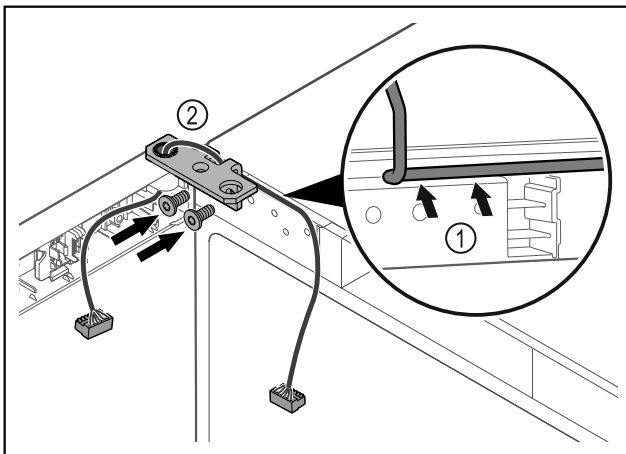

Fig. 35
- Kabel durch die Ausparung des Scharnierwinkels führen und vorsichtig verlegen Fig. 35 (1).
► Scharnierwinkel Fig. 35 (2) anschrauben.